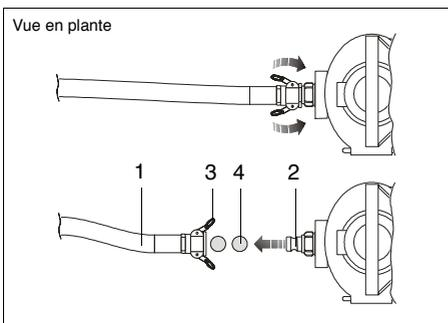

FIG.39 (Débranchement du tuyau de transport du matériau et introduction boules en gomme-éponge pour nettoyage)
- 1) Débrancher le tuyau de transport matériau (FIG. 39 - Réf. 1) depuis la connexion (FIG. 39 - Réf. 2) tirant les leviers latéraux (FIG. 39 - Réf. 3);
- 2) Introduire dans le tuyau de transport matériau les deux boules en gomme éponge en dotation (FIG. 39 - Réf. 4);